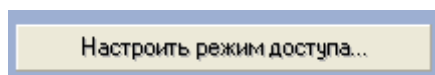

Рис. 3.10—1 Переход к настройкам пользователей
Настройка пользователей осуществляется на панели настроек объекта **СКД VertX / Edge** (Рис. 3.10—1).
1. Нажать кнопку **Настроить режим доступа...** (см. Рис. 3.10—1).
Откроется окно **Настройки карты** (Рис. 3.10—2).